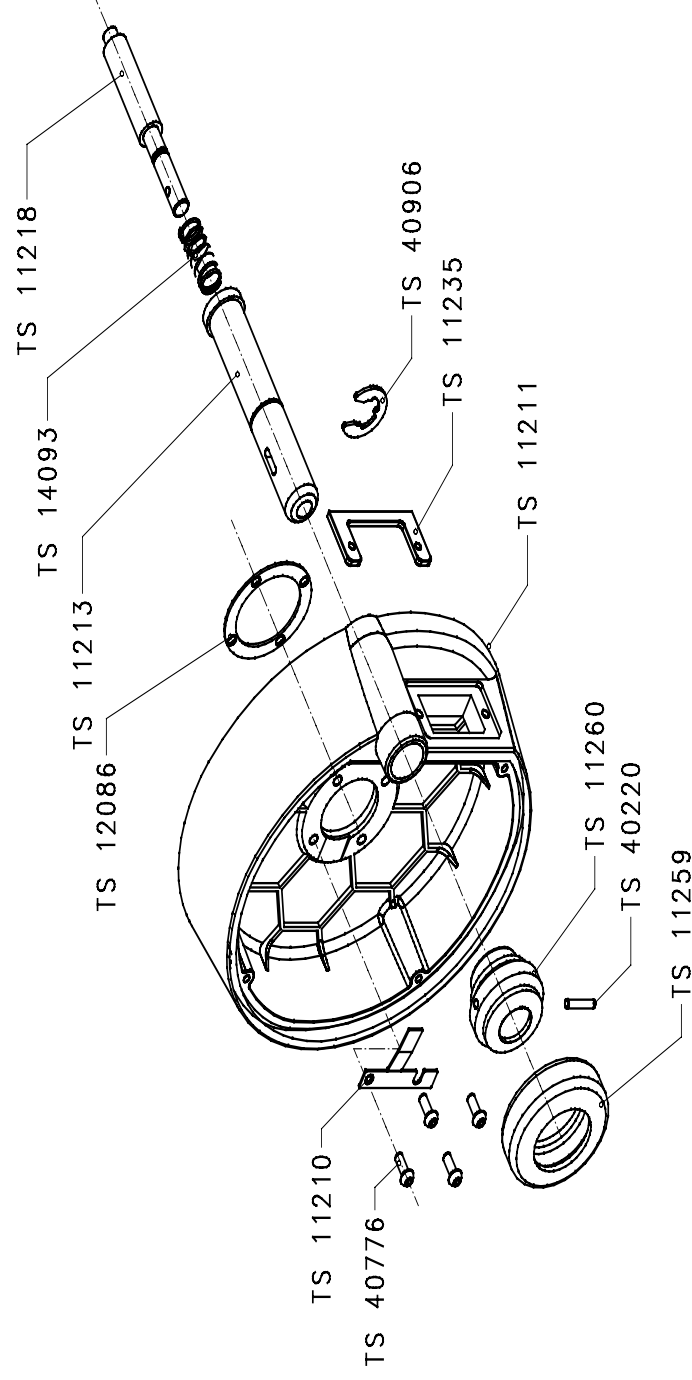

Рисунок 13-4: электронный блок в сборе TS 10190, запчасти
- Рисунок 13-4: электронный блок в сборе TS 10190, запчасти